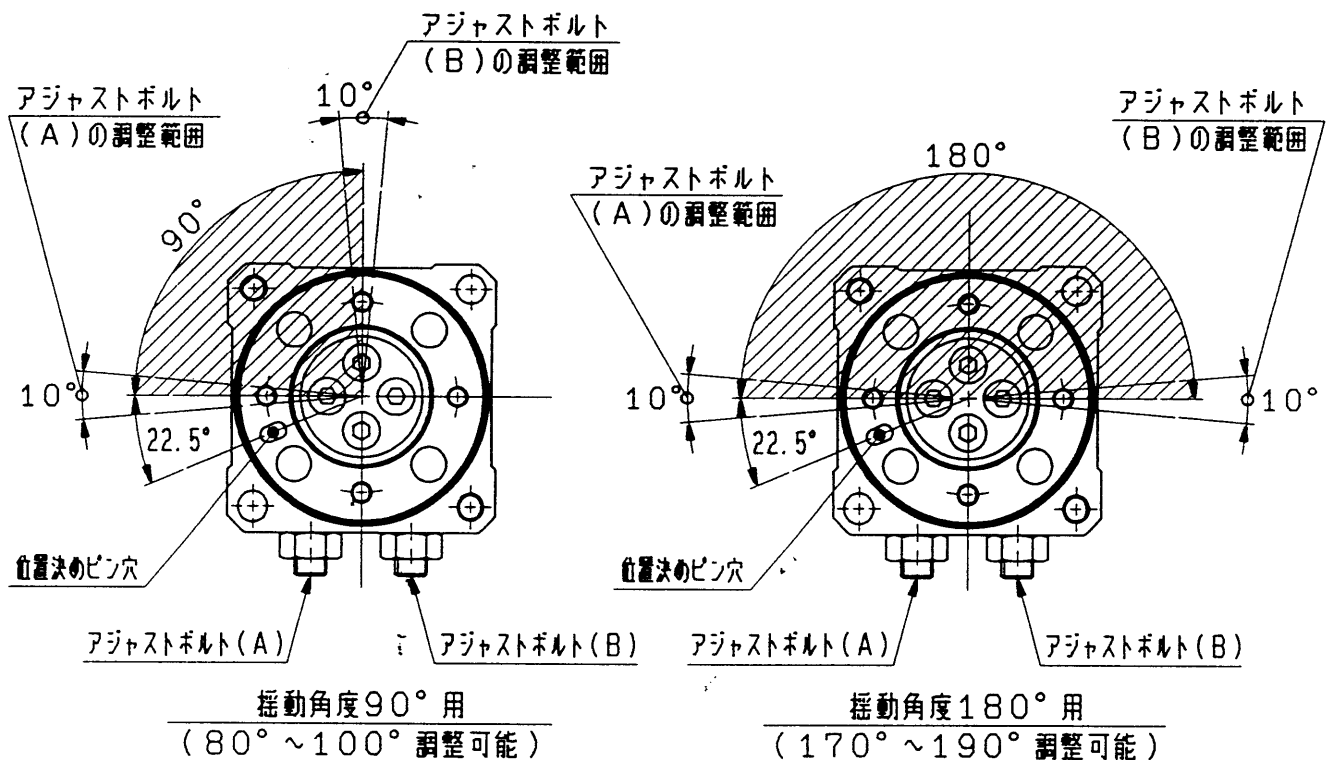

図5
アジャストボルト(A), (B)の調整により、下図5のような揺動角度の調整ができます。